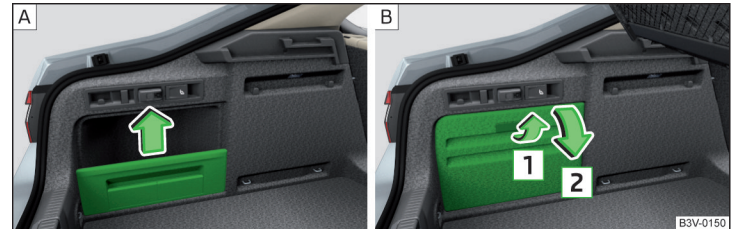

Abb. 128 Seitenablage herausnehmen / Seitenfach öffnen
An den beiden Gepäckraumseiten befinden sich je nach Fahrzeugausstattung Seitenablagen » Abb. 128 - **A**) oder abschließbare Seitenfächer » Abb. 128 - **B**).
- › Die Ablage in Pfeilrichtung herausnehmen » Abb. 128 - **A**).
- › Am Griff in Pfeilrichtung **1** ziehen » Abb. 128 - **B**).
- › Das Fach entgegen der Pfeilrichtung **2** schließen » Abb. 128 - **B**).
- › Das Ablagefach öffnen » Abb. 128 auf Seite 111 - **[B]**.